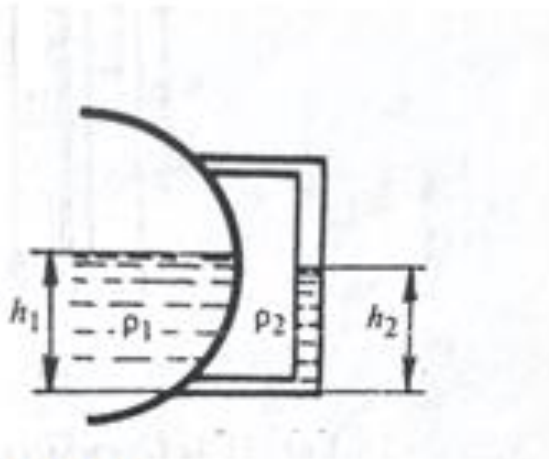

Рис.1
7. На структурной схеме измерения расхода по перепаду давления на СУ (рис.1.) цифрой «2» обозначен:
9.Схема какого уровнемера представлена на рис.1